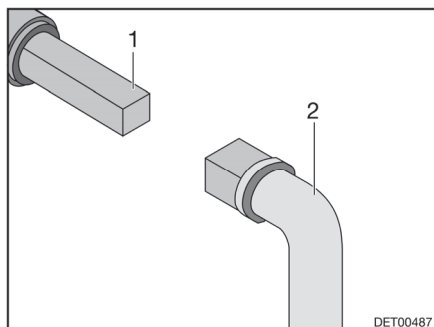

Fig. 77 Utilizzo del rubinetto di scolo delle acque grigie
- Inserire la chiave (Fig. 77,2) sul perno quadro (Fig. 77,1).